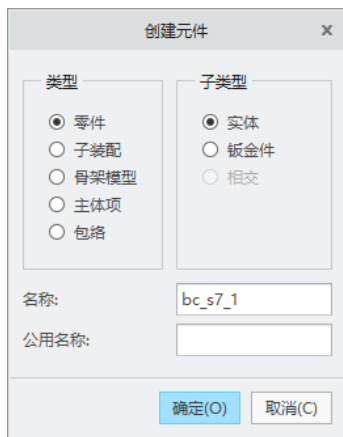

图 7-7 “创建元件”对话框
(1) 在功能区“模型”选项卡的“元件”组中单击  (创建) 按钮, 打开“创建元件”对话框。
(2) 在“创建元件”对话框中, 从“类型”选项组中选择“零件”单选按钮, 从“子类型”选项组中选择“实体”单选按钮, 在“名称”文本框中输入元件名称为“bc_s7_1”, 如图 7-7 所示, 单击“确定”按钮。